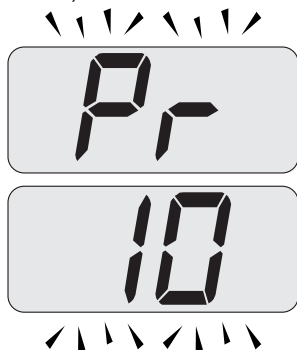

Figura 5.61
- Scorrere i vari parametri utilizzando i tasti 16 o 17 fino a far apparire sul display LCD le lettere **Pr** che si alternano con il codice **10**, indicanti l'entrata nel "parametro 13" (Figura 5.61).
- Premendo contemporaneamente i tasti 15 e 16 (Figura 5.59) si esce senza modificare il valore (ritorno alla lista parametri Figura 5.61)